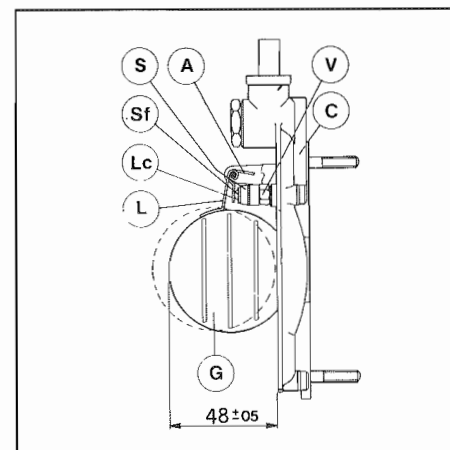

Fig. 12 - Coperchio carburatore
- Accertarsi che la valvola a spillo V sia ben avvitata nel suo alloggiamento (**Fig. 12**).
- Ascertain that the V needle is well screwed in its seat (**Fig. 12**).